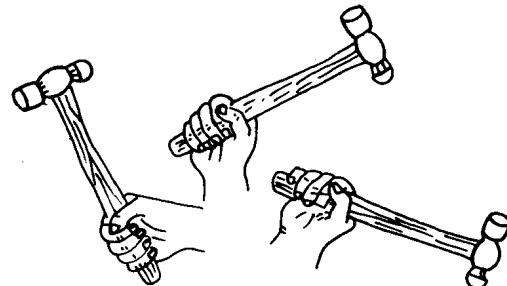

图 1-12 手锤松握法
(2) 松握法 只用大拇指和食指始终握紧锤柄，如图 1-12。